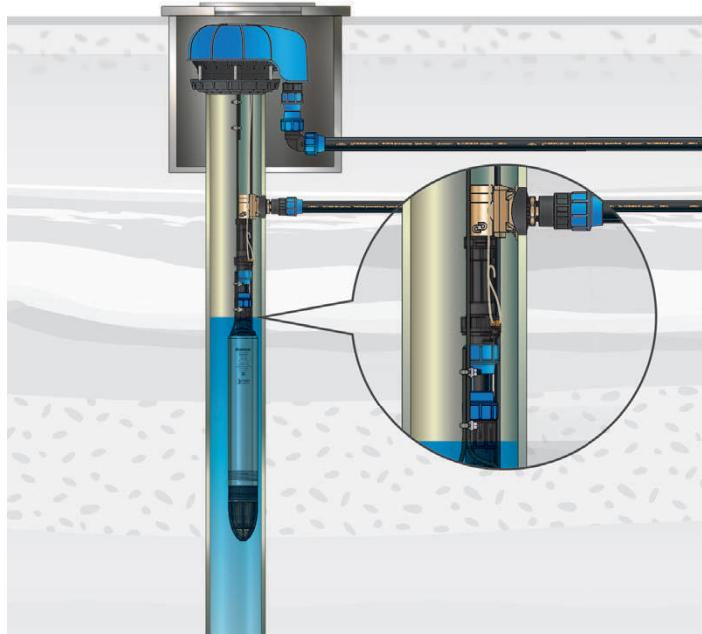
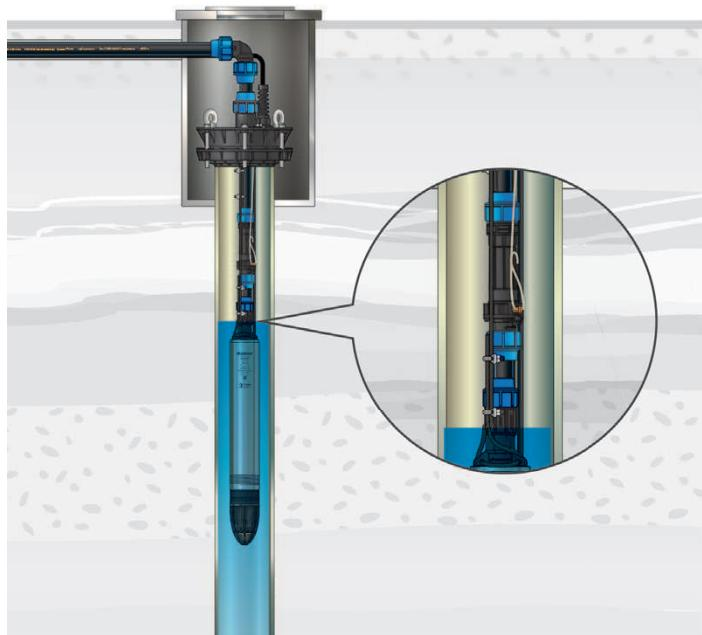

Рисунок 2
Рисунок 3
1. Сливной клапан разработан специально для монтажа на скважинный адаптер (рисунок 2), но его также можно установить в разрез напорной трубы Ø32 мм через комбинированную муфту с внутренней трубной резьбой 1" (рисунок 3).